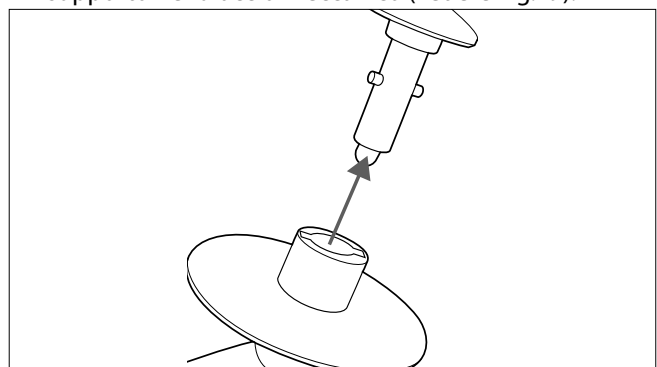

Fig. 9 - Far scorrere l'accessorio di mescolamento sul supporto
- ▶ Inserire l'accessorio di mescolamento dal basso nel supporto nel braccio meccanico (vedere Fig. 9).